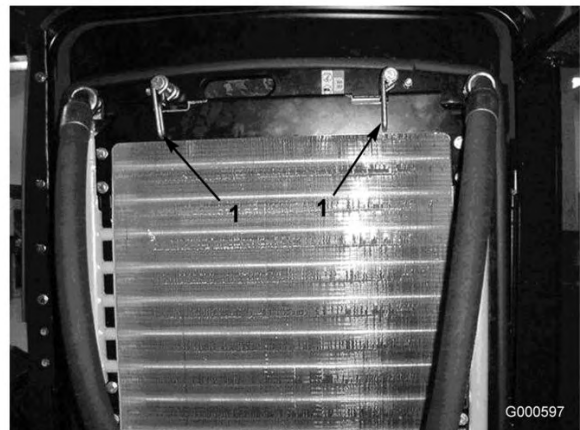

Figura 52
2. Rode os trincos (Figura 52) que fixam o dispositivo de arrefecimento de óleo ao chassis.